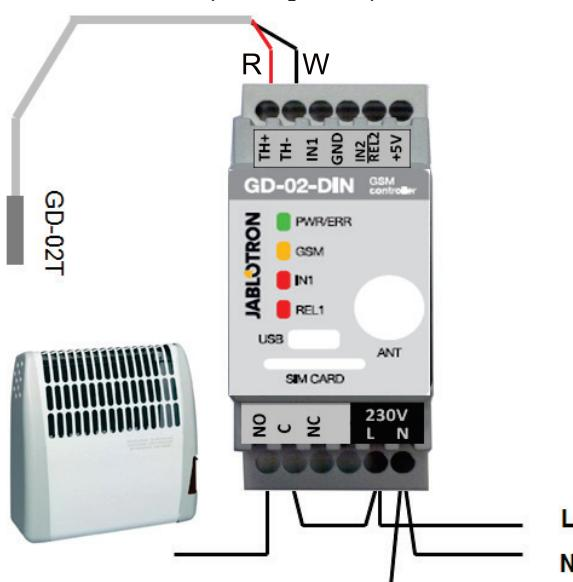

Figura 5: Medición de temperatura y control de radiador eléctrico.
- Un dispositivo de control se puede conectar a los contactos de la salida de potencia REL1 (ver Figura 5) en este modo.